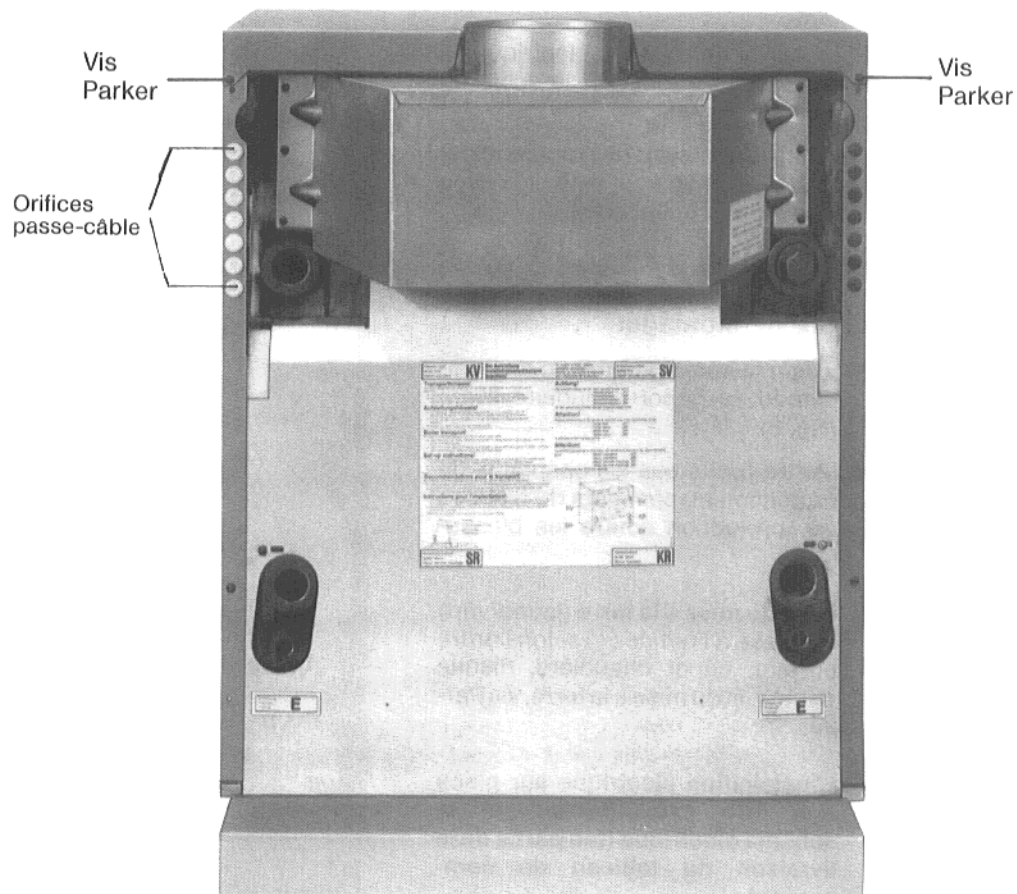

Fig. 10
- Introduire les câbles par l'arrière à travers les orifices passe-câble du rebord du panneau latéral, les poser dans la conduite de câbles entre le panneau latéral et le calorifuge et les faire passer par le bas à travers les orifices passe-câble ronds au socle du tableau de commande (Figs. 10 et 11).
4. Dès que tous les raccordements électriques sur place sont terminés mettre en place le capot chaudière arrière. Le visser à l'arrière au moyen des deux vis Parker (Fig. 10).